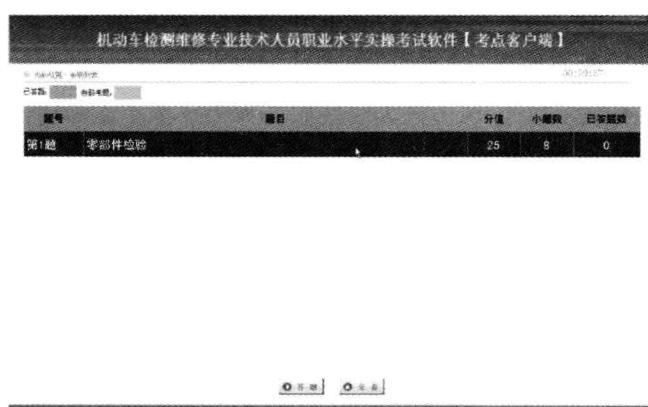

图1-18 考题列表界面
(5) 开始考试。考生阅读考生须知后，点击“确定”按钮，进入考题列表界面，如图1-18所示。